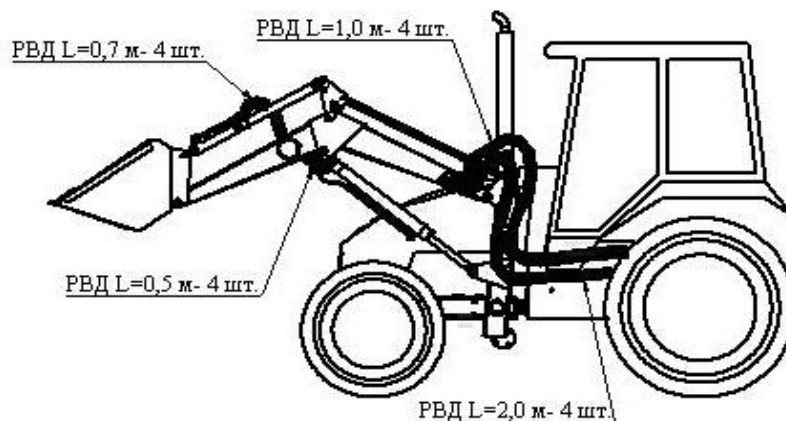

Рисунок 6А- Гидросистема погрузчика
6.4. Сборка гидросистемы погрузчика. (Рис. 6А)